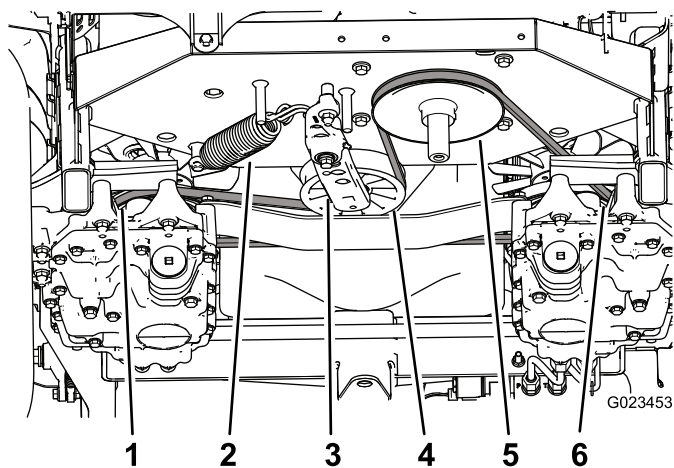

图56
3. 使用张紧臂上的方形孔中的棘轮抵住张紧弹簧 图56并拆下张紧轮上的皮带。
4. 解开张紧臂和机架上的张紧弹簧 (图56)。
9. 将弹簧安装到张紧臂和机架上 图56。